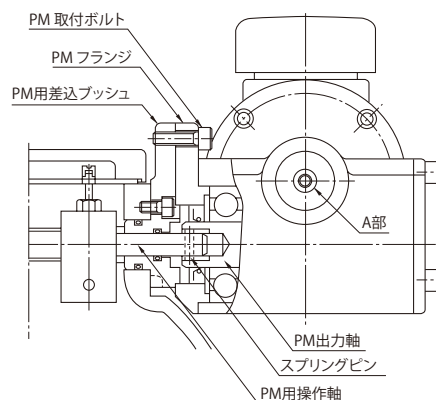

図 7-3 ウォームギヤ方式パイロットモータ構造図
(1) ウォームギヤ方式
- ・手動変速が必要な場合は、パイロットモータの電源を切ってから図 7-3 A 部の六角穴付ボルト (M6) を六角棒レンチ (呼び寸法 5mm) で回すことによって、変速することができます。